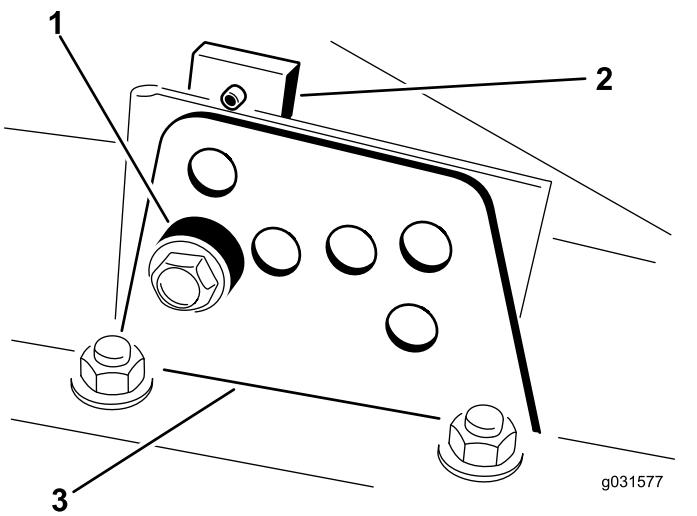

Figura 19
- Allentate il bullone che fissa ogni staffa dell'altezza di taglio alla relativa piastra (lati anteriore e laterali), come illustrato nella Figura 19.
- Supportate l'alloggiamento e togliete il distanziale (Figura 19).